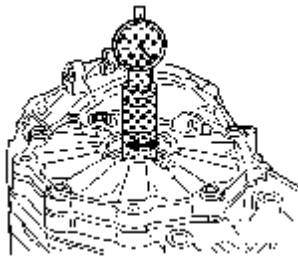

图 9-143 测定尺寸“e”
(10) 测定尺寸“e”：转动测量芯棒，直至千分表的表夹与测量板接触，并指示出最大的偏转量（可逆转变点），该测出的值就是尺寸“e”（黑色数字区），如图 9-143 所示。